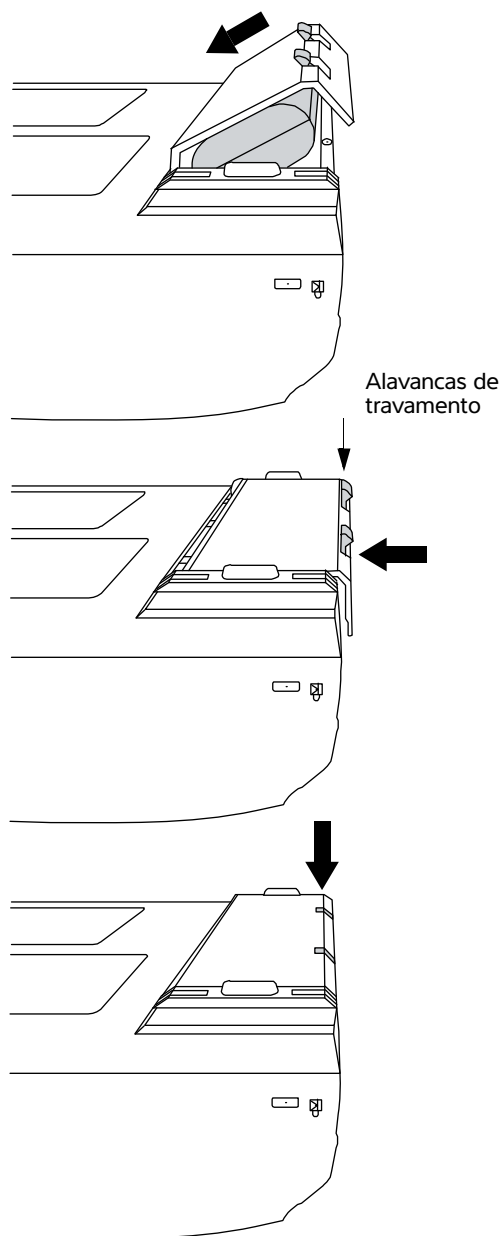

Figura 2-3 Instalação da bateria
- 3 Insira a bateria no compartimento da bateria, ligeiramente inclinada. Consulte Figura 2-3 na página 2-4.